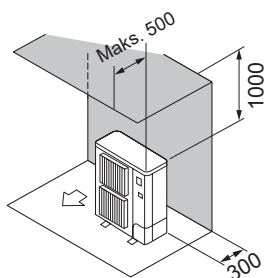

Fig. 2-8
- ② Hindringer kun bak og over (Fig. 2-8)